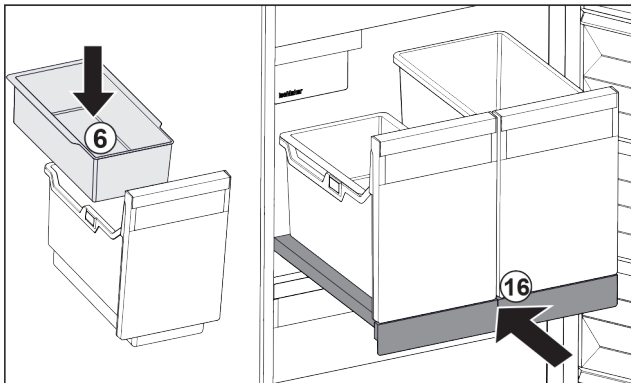

Fig. 40
- ▶ Colocar la bandeja suspendida Fig. 40 (6) para cubitos de hielo.
- ▶ Introducir el estante extraíble con recipiente (IceTower). Fig. 40 (16)